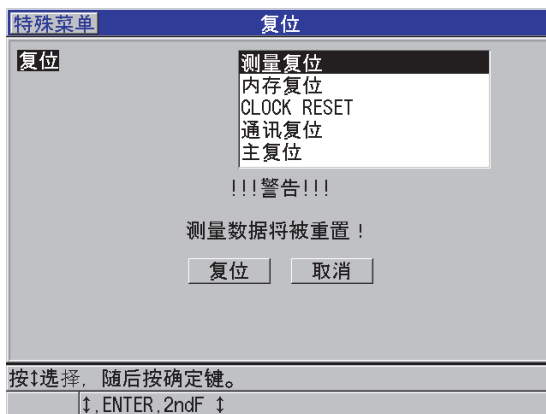

图 15-1 激活复位功能
3. 在**复位**屏幕中 (参见第 270 页的图 15-1):